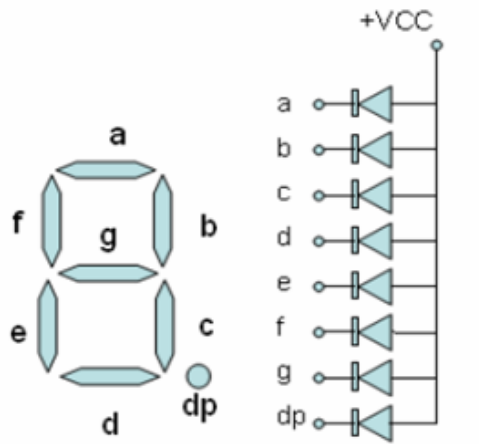

图 3-31 0~9 字符码
我们可以看下图 3-31，实际要显示一个 0，就是使得 g 和 dp 不显示，其他 abcdef 都显示就可以了，所以我们使得两位为高电平，其他六位为低电平即可，1100 0000 这里的两个 1 分别代表了 g 和 dp，所以最后再我们的共阳数码管上显示出了字符 “0”。
1. 我们将数字 0~9 存储到了 table[] 的数组里, 可参考一下图 3-31 这个 0~9 具体对应如下这张图表 3-31 中, table[i] 的一个成员就是 16 进制数, 例如 0xc0, 变成二级制后就是 1100 0000, 直接将该值赋值给 P2 端口。